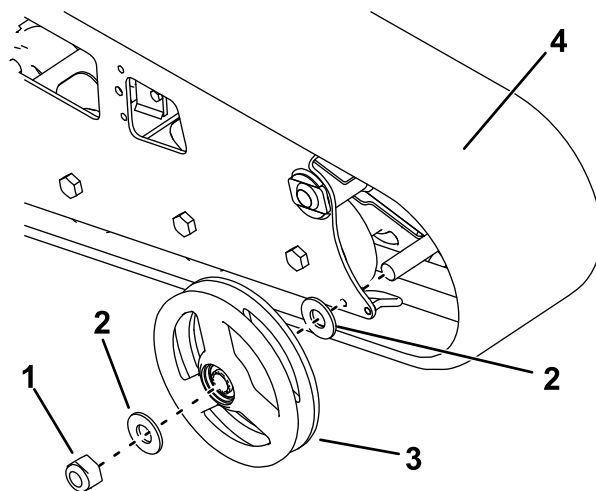

Figura 66
7. Scoatei piulia care fixează roata din față exterioară i scoatei roata (Figura 66).
8. Scoatei enila (Figura 66).
9. Scoatei cele 2 aibe mari din roile exterioare, 1 pe fiecare parte a fiecărei roi (Figura 66).
12. Instalai noua enilă (Figura 66).
13. Montați roata din față exterioară i fixai-o cu piulia scoasă anterior (Figura 66).